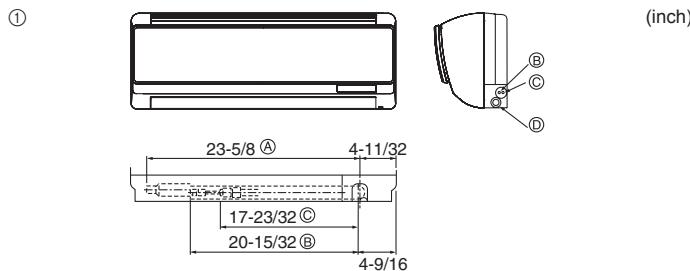

Fig. 4-2
- ① Position des tuyaux de réfrigérant et d'écoulement (Fig. 4-2)
- (A) Longueur totale de tuyau flexible
- (B) Tuyau à liquide
- (C) Tuyau à gaz
- (D) Tuyau flexible d'évacuation